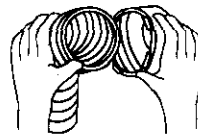

Fig. 1
- Introduire le tuyau souple dans l'extrémité filetée de l'adaptateur (Fig. 1)
- Steek de flexibele buis in het mot schroefdraad voorzien uiteinde van het tussenstuk (Fig. 1)
- Introducir el tubo flexible en el extremo roscado del adaptador (Fig. 1)
- Den Schlauch in das Endstück mit Gewinde des Adapters einführen (Siehe Abb. 1)
- Insert the flexible hose into the threaded end of the adaptor. (Figure 1)
- Inserire il tubo flessibile all'estremità filettata dell'adattatore (Fig. 1)